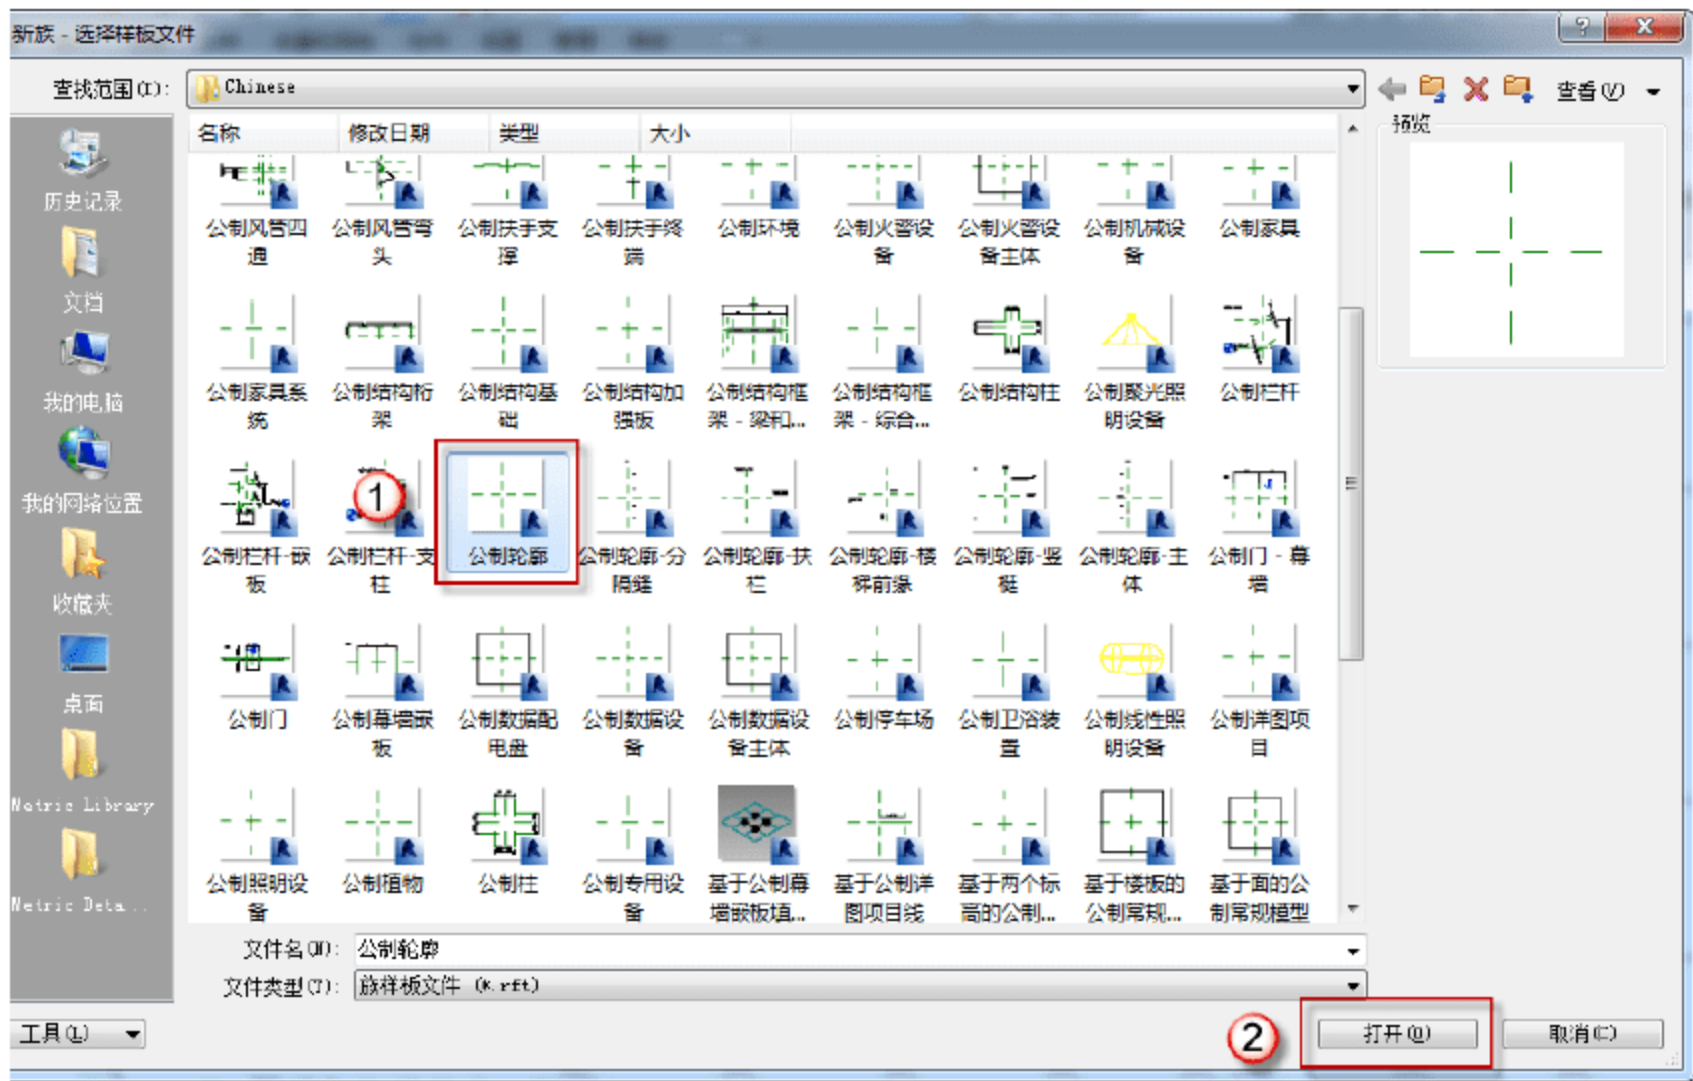

图 12.2.1 打开“公制轮廓”族
(1) 打开“公制轮廓”族样板文件。单击“程序”按钮，在下拉菜单中选择“新建”→“族”命令，在弹出的“新族-选择样板文件”对话框中，选择“公制轮廓”族，单击“打开”按钮，如图 12.2.1 所示。